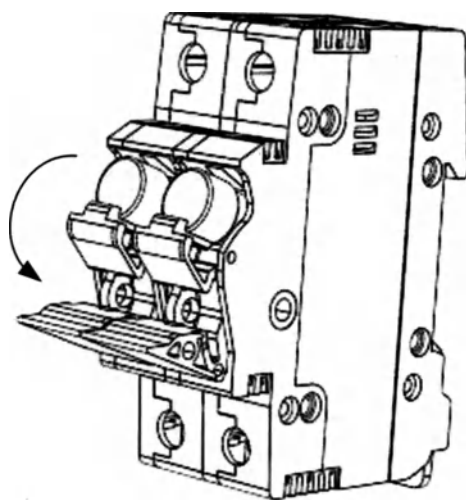

Рисунок 84 – Держатель цилиндрических плавких вставок
- потяните колодку держателя плавких вставок в направлении, указанном стрелкой (см. рисунок 84);